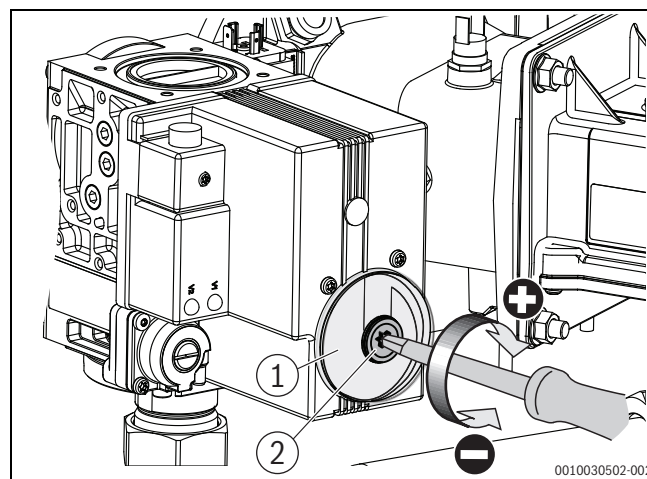

Bild 10 O₂-Gehalt bei Volllast einstellen (Kesselgröße 150 kW [bis V03] – 300 kW)
- ▶ Schutzkappe an der Gasarmatur abnehmen (→ Bild 10).
- ▶ O₂-Werte an der Volllast-Einstellschraube auf 5,7 ± 0,4 % einstellen (→ Bild 10).